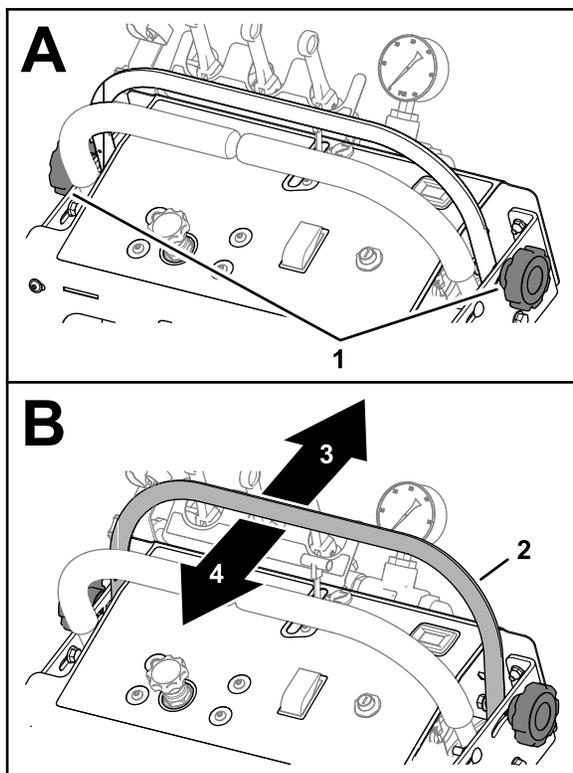

Figure 95
2. Desserrez les 2 boutons qui fixent la barre de commande de vitesse (Figure 95).
4. Resserrez les 2 boutons qui fixent la barre de commande de vitesse (Figure 95).